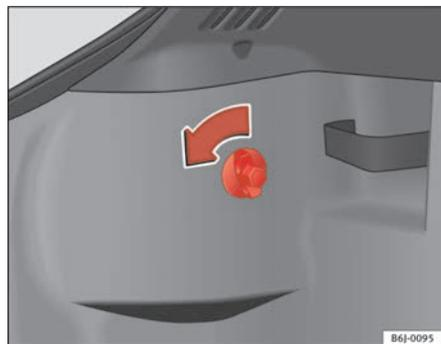

Fig. 144 Acceso a pilotos posteriores
- Gire el tornillo en el sentido de la flecha con la mano o la ayuda de un destornillador ⇒ fig. 144.
- Retire el conector del alojamiento (A) ⇒ fig. 144. ▶